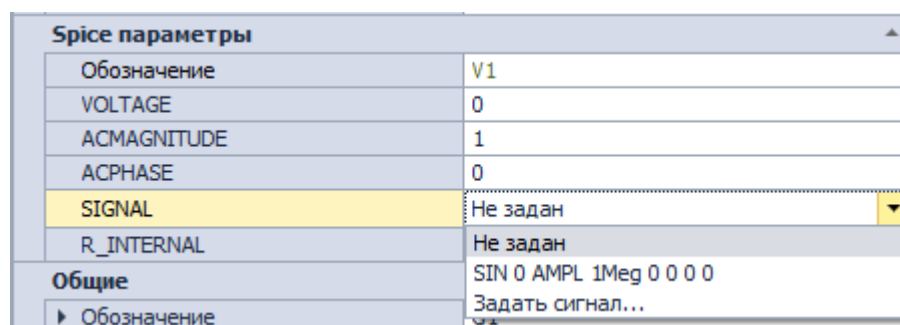

Рис. 3 Создание сигнала через панель «Свойства»
- Для установленного на схему источника вызвать контекстное меню и выбрать пункт «Задать сигнал...», что вызовет диалоговое окно управления сигналами; Для установленного на схему источника в панели «Свойства» выбрать SPICE-параметр SIGNAL, см. Рис.3